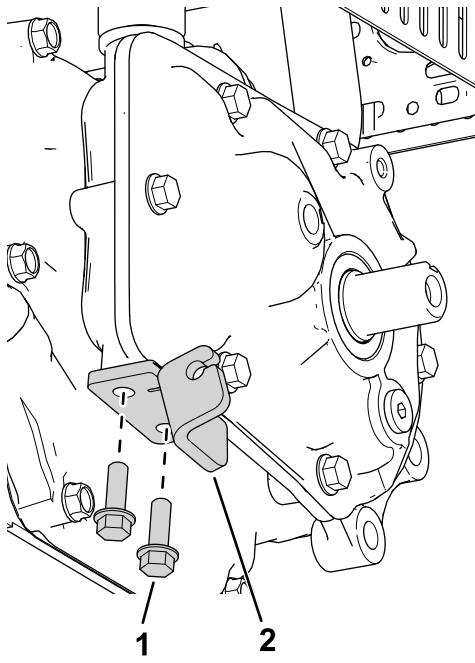

図 1
1. クラッチプレートを取り付けるボルト1/4 x 3/4"2本で図 1のように取り付ける。